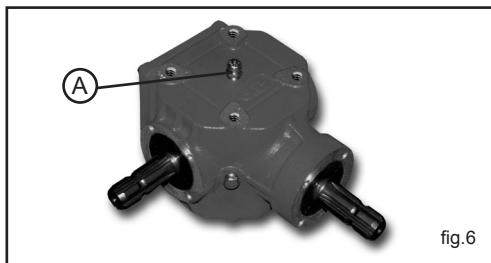

fig.6
4. Den ölfstand im gehäuse des untersetzungsgetriebes mit Hilfe des hierzu vorgesehenen stopfens (Fig.6 - Punkt A) kontrollieren, dieser arbeitsgang muß vor arbeitsbeginn erfolgen.